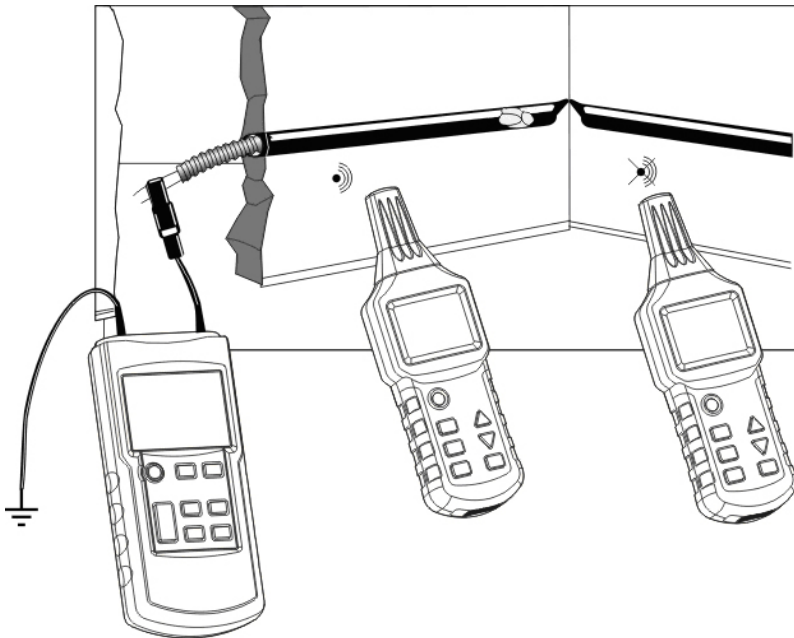

Fig.14
- L'émetteur est relié à un tube hélicoïdal métallique (tube ou conduit flexible métallique) et à une terre auxiliaire comme l'illustre la Fig. 14 ;